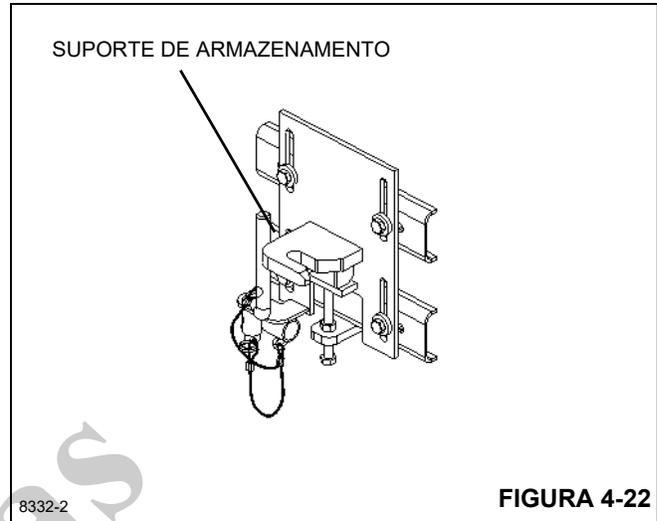

FIGURA 4-22
É extremamente importante para a segurança do operador do guindaste e de todas as outras pessoas trabalhando próximo do guindaste que a extensão da lança do jib esteja fixada corretamente ao suporte de armazenamento do jib (Figura 4-22) ou à extremidade da lança principal.
5. Com o jib preso à cabeça da polia, gire o jib paralelo à lança e fixe-o ao suporte de armazenamento do jib Figura 4-22.